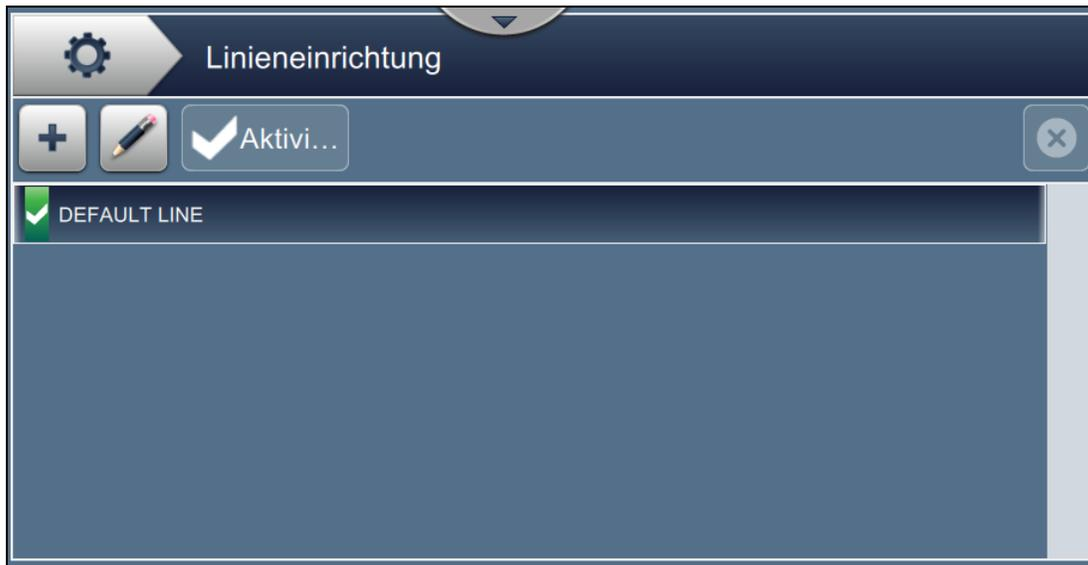

Abbildung 6-5: Linieneinrichtung.
1. Berühren Sie die Schaltfläche  auf dem Bildschirm „Tools“ („Werkzeuge“). Der Bildschirm „Linieneinrichtung“ erscheint wie dargestellt in Abbildung 6-5.